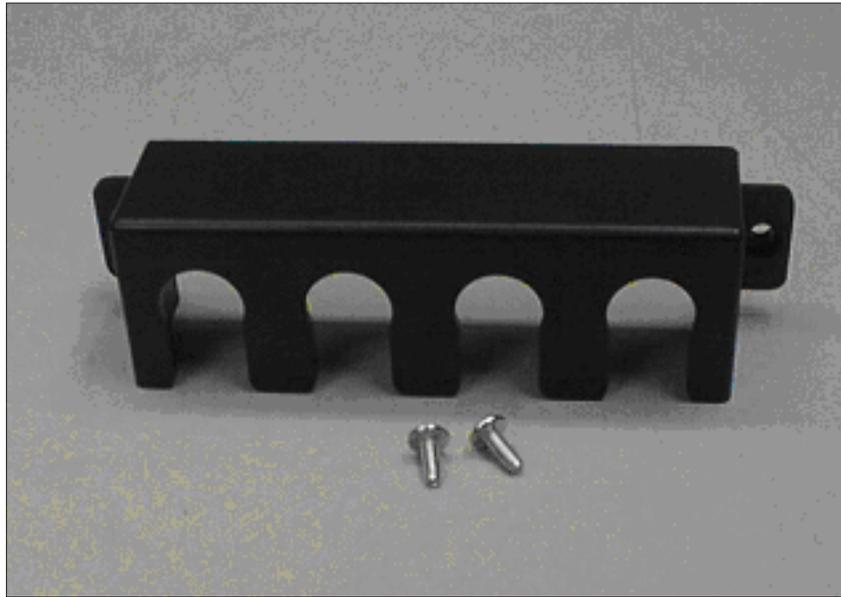

図 18. 2145 UPS-1U の電源ケーブル保持ブラケット・ハードウェア
2. パッケージからブラケットと 2 個のねじ (26 ページの図 18 参照) を取り出します。